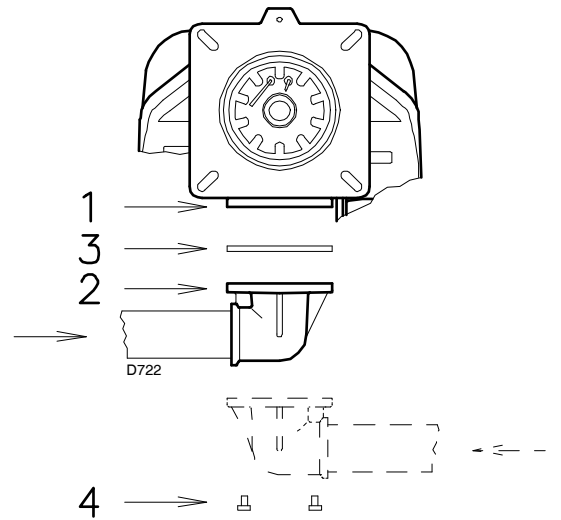

Fig. 19
- La rampa puede llegar por la derecha o por la izquierda, según convenga. Ver Fig. 19.
- La rampa de gas va acoplada a la conexión de gas 1)(Fig. 19), mediante la brida 2), la junta 3) y los tornillos 4), que se suministran con el quemador.